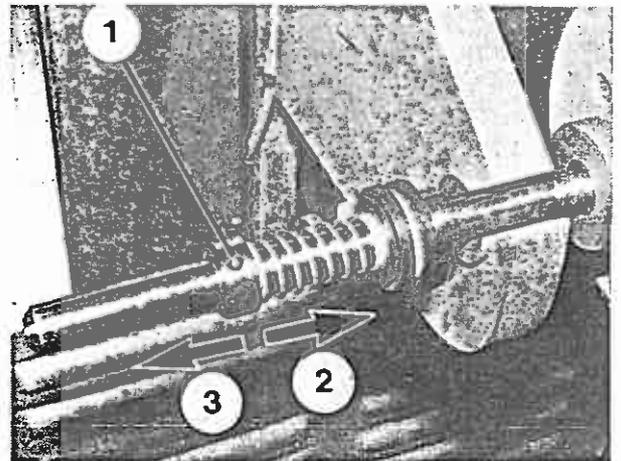

Bild 85
1. Befestigungsschraube (Bild 85/1) des Stellrings lösen.
2. Verschieben des Stellrings in Pfeilrichtung (Bild 85/2) erhöht und Verschieben in Pfeilrichtung (Bild 85/3) verringert die Bremskraft.